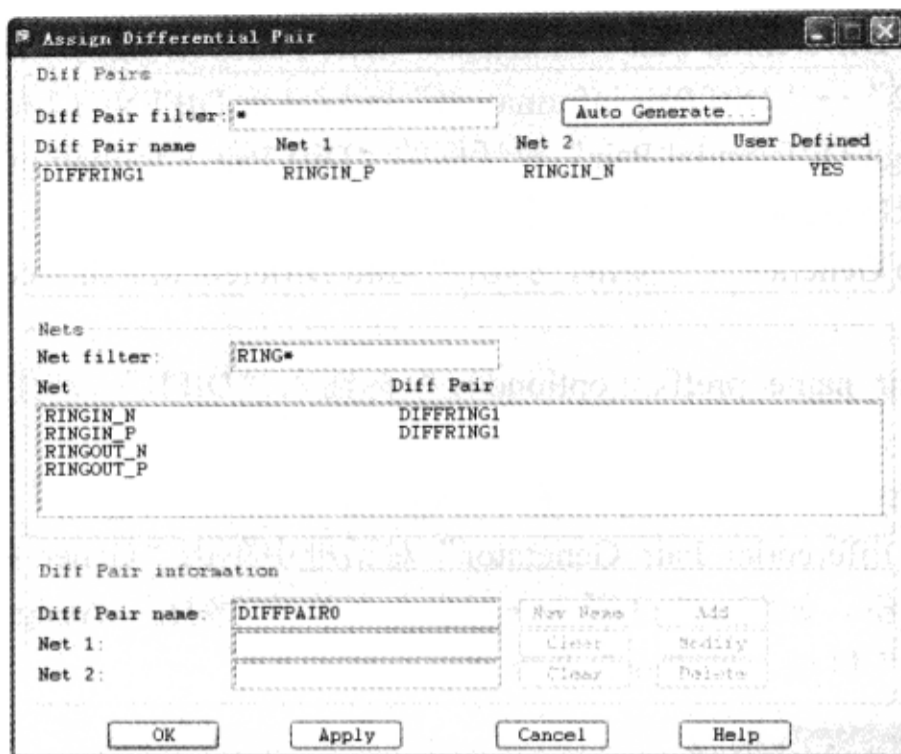

图 6-2-4 分配差分对 DIFFRING1
(4) 在“Assign Differential Pair”对话框的“Diff Pair information”区域“Diff Pair name”栏输入“DIFFRING1”。
(5) 单击“Nets”区域的“Net”列表框中的“RINGIN\_P”→“Diff Pair information”区域“Net 1”栏后的文本区域现在显示选择的网络“RINGIN\_P”。
(6) 单击“Nets”区域的“Net”列表框中的“RINGIN\_N”→“Diff Pair information”区域“Net 2”栏后的文本区域现在显示选择的网络“RINGIN\_N”。
(7) 单击“Diff Pair information”区域的“Add”按钮→“Diff Pairs”栏显示建立的差分对，如图 6-2-4 所示，RINGIN\_N 和 RINGIN\_P 是这个差分对 DIFFRING1 的成员网络。“Diff Pairs”区域的列表框的“User Defined”栏显示“YES”，表示指定差分对在 SigNoise 模型中已经建立，已经为器件分配差分信号模型。